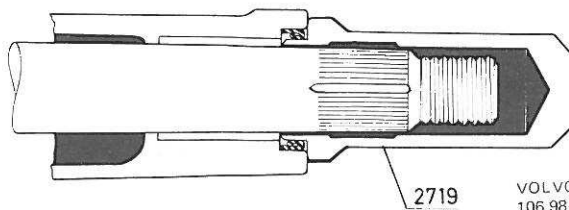

Figure 70. Montage de l'axe porte-secteur
7. Tourner la vis sans fin de direction de manière à placer l'écrou à recirculation de billes en position inférieure maxi. Emmancher le guide d'écrou sur l'écrou à recirculation de billes. Graisser la bague d'étanchéité (24) et introduire l'axe porte-secteur en place. Il faut alors protéger la bague d'étanchéité avec l'outil 2719, figure 70. Tourner ensuite l'écrou à recirculation de billes jusqu'en position centrale. Monter le joint (11) et le couvercle d'axe porte-secteur (12). Serrer les deux vis au couple de 17 à 21 Nm (1,7 à 2,1 m.kg).
8. Poser le guide de ressort (6) en place, sans les ressorts (7). Monter les cales de papier et d'acier, ainsi que la plaque de butée (8). Les joints ont une épaisseur de 0,127 mm et les cales de réglage existent dans les épaisseurs de 0,05, 0,127 et 0,254 mm. Serrer les trois vis au couple de 17 à 21 Nm (1,7 à 2,1 m.kg). REMARQUE: S'assurer